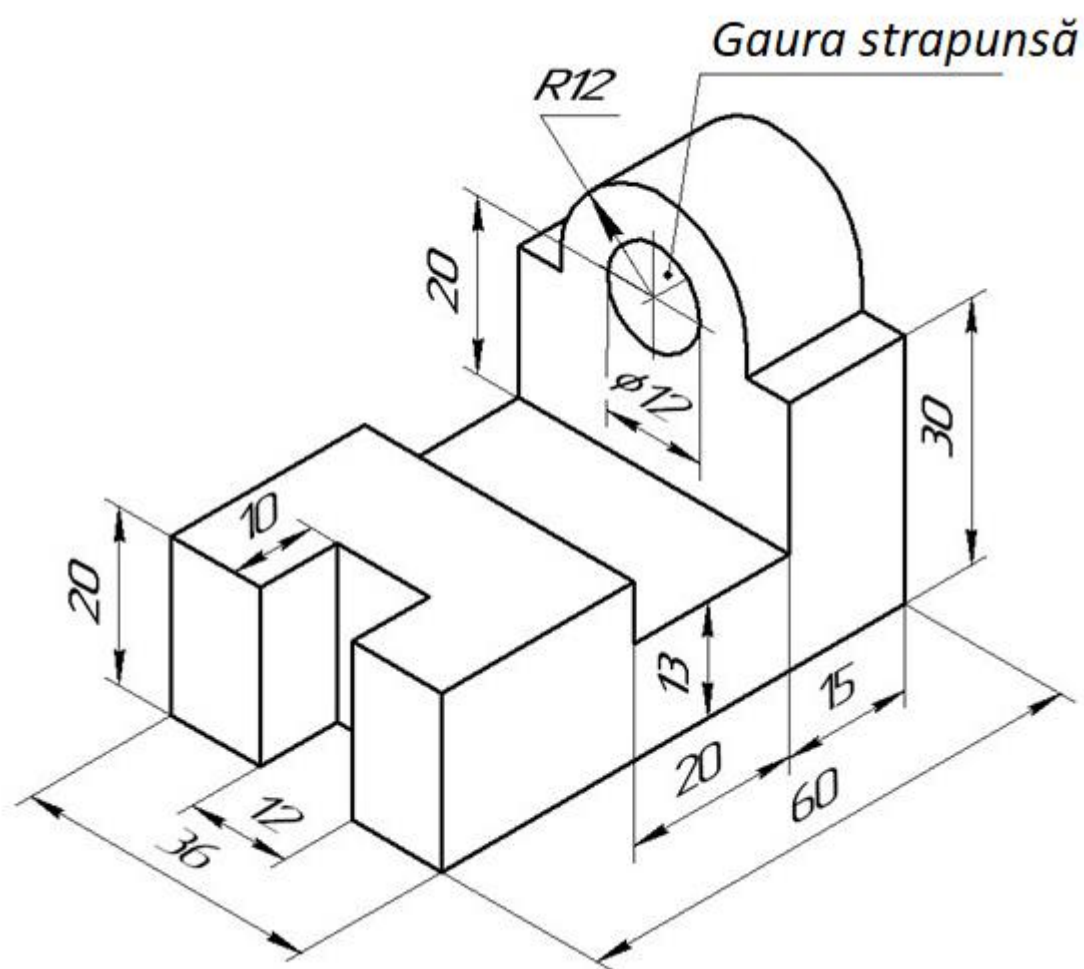

Рис. 1.13 Учебный чертеж
- **учебный чертеж**, выполненный, как правило, в масштабе, который служит основой для окончательного чертежа (рисунок 1.13);